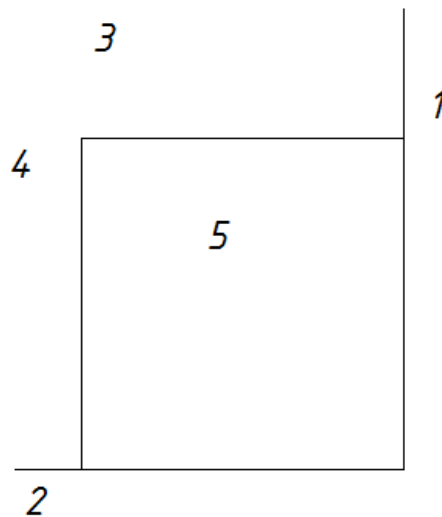

Рис.2
- загружаем команду «Обрезать» и курсором отмечаем лишние части линий 1, 2 и завершаем команду (см. рис.2);